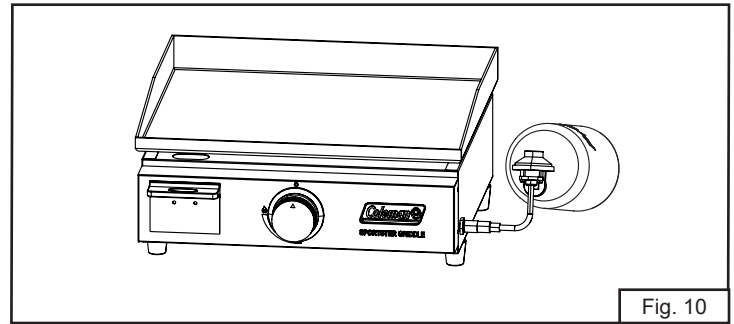

Fig. 10
8. Votre plaque chauffante est maintenant entièrement assemblée (fig. 10). Placez-la à l'endroit désiré, ajustez les pieds pour qu'elle reste de niveau.